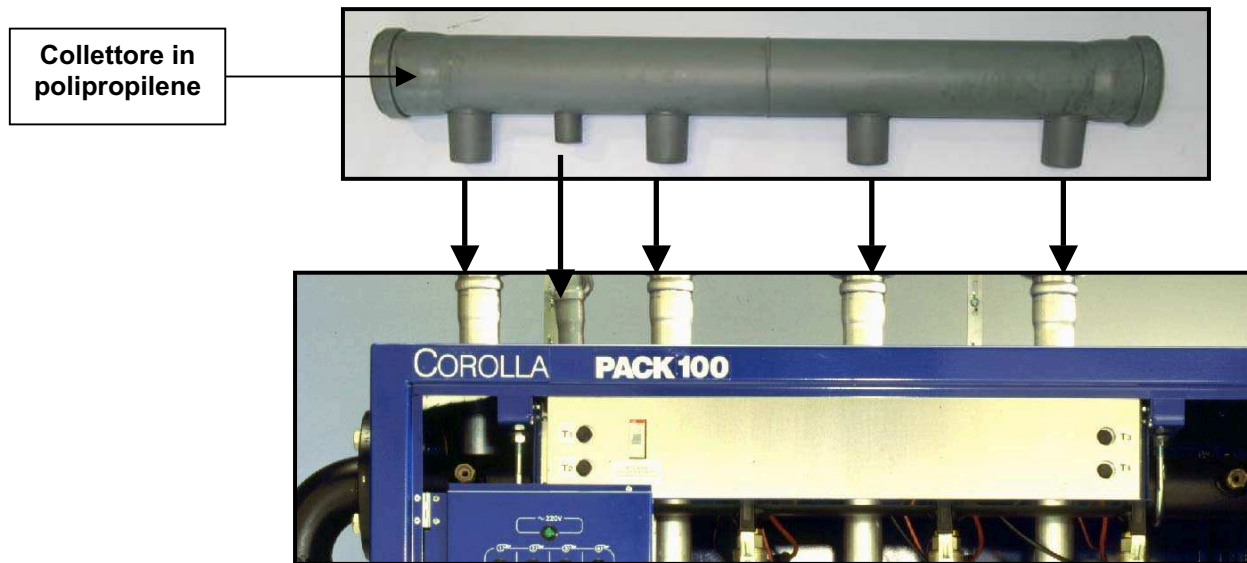

Fig.2
- 2) Inserire il nuovo collettore in polipropilene al posto del vecchio collettore in alluminio inserendo i 4 o 3 terminali maschi $\varnothing 50$ all'interno dei tubi espulsione fumi bicchierati $\varnothing 50$ degli scambiatori vedi fig.2;